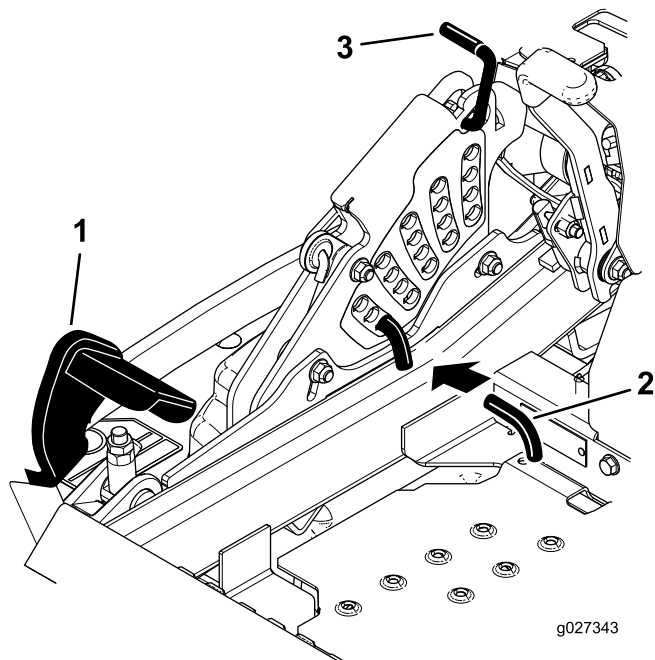

Figura 26
2. Empurre o pedal de elevação da plataforma com o pé e eleve a plataforma de corte para a posição de transporte (também na posição de altura de corte de 140 mm) (Figura 26).
3. Para ajustar, rode o pino 90 graus e remova o pino do suporte da altura de corte (Figura 26).
4. Selecione um orifício, no suporte da altura de corte, que corresponda à altura de corte desejada e insira o pino (Figura 26).